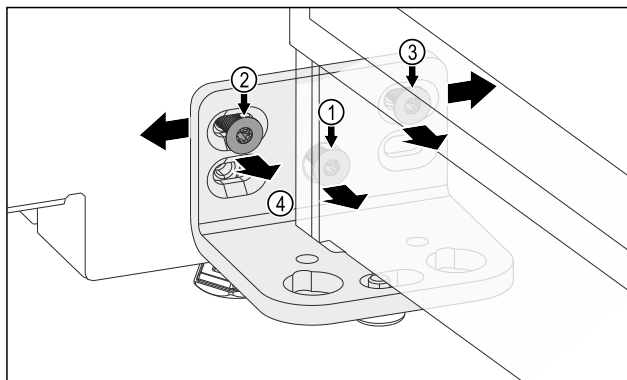

Fig. 12
- ▶ Odstranite vijak Fig. 12 (1).
- ▶ Odvijte vijak Fig. 12 (2) in vijak Fig. 12 (3). Za vijak Fig. 12 (3) potrebujete kratek kotni izvijač.
- ▶ Vrata s kotnikom tečaja Fig. 12 (4) prestavite v levo.
- ▶ Vrata s kotnikom tečaja Fig. 12 (4) prestavite v desno.
- ▶ Končni položaj vrat je dosežen: Privijte vijak Fig. 12 (2) in vijak Fig. 12 (3).
- ▶ Vijaka Fig. 12 (1) ne potrebujete več.